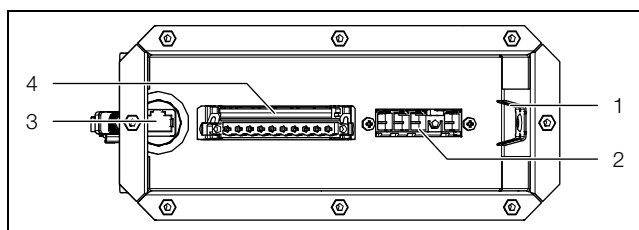

Рис. 13: Распределительный щиток
- Экран кабеля внутри распределительного щитка может контактировать с корпусом через клемму заземления (рис. 13, поз. 1).